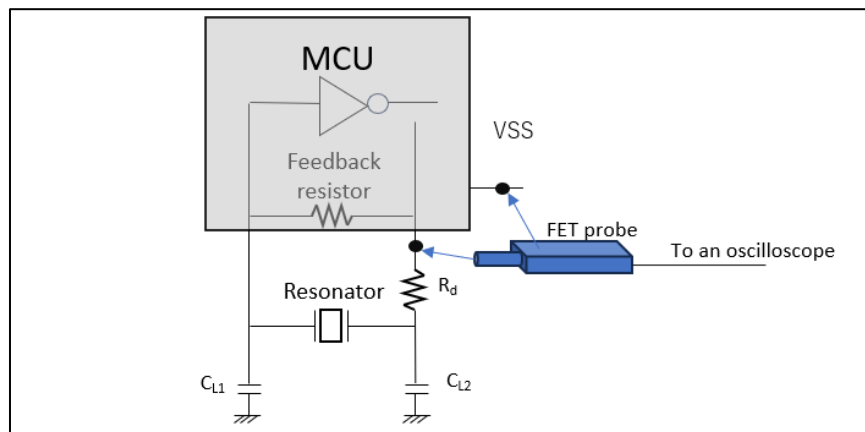

図 17 発振振幅電圧の測定方法
5.1 章と 5.2 章を参考にして選定した外部コンポーネントを実装した基板を準備してください。図 17 に示すように MCU の XTAL/XCOUT と VSS に FET プロブを当てて発振振幅電圧を測定してください。もし測定結果が MCU の入力電圧の絶対最大定格を超えていた場合は以下の対策を検討してください。